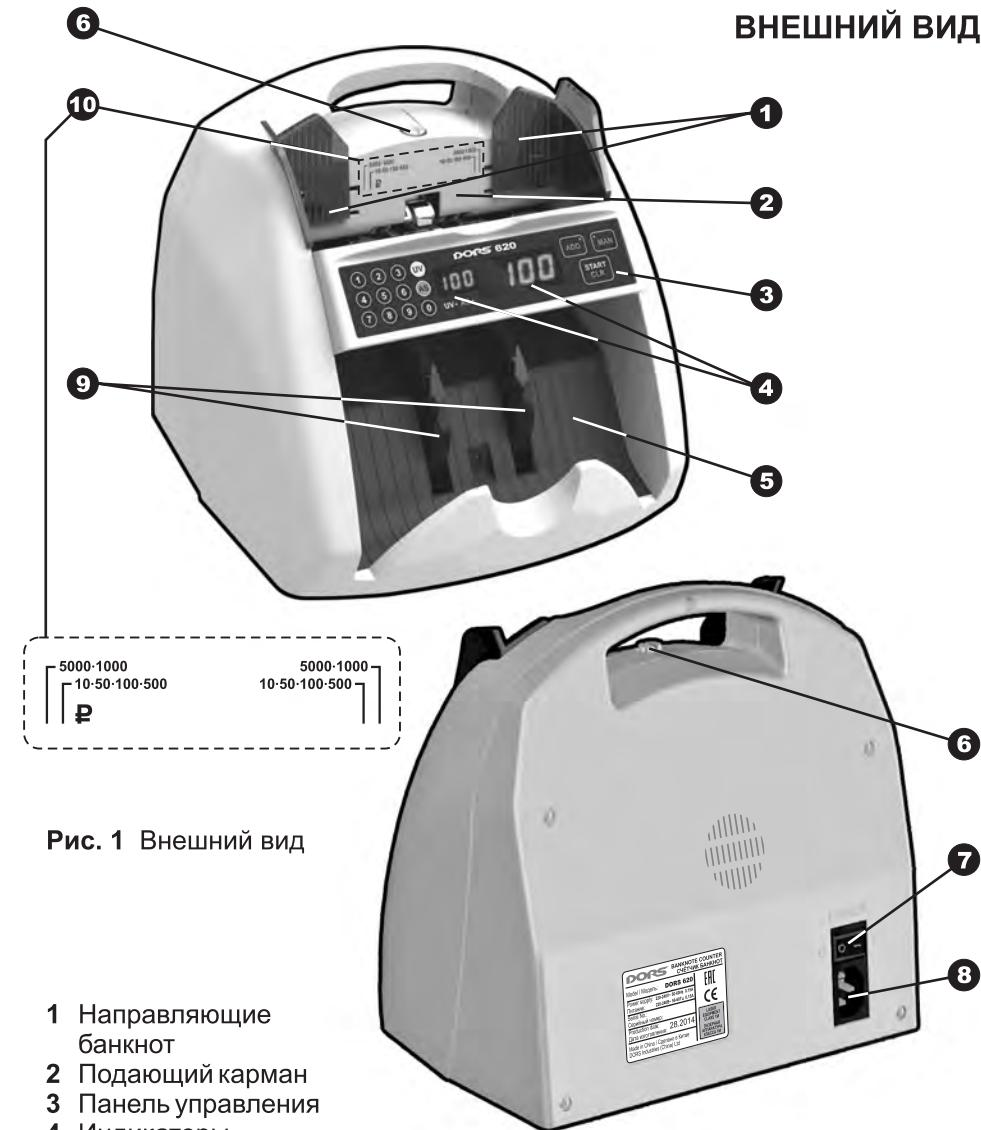

Рис. 1 Внешний вид
2. Включите счётчик, начнется процесс самотестирования. Убедитесь, что во время самотестирования вращаются колеса укладчика **9** (см. рис. 1) и ролики подающего кармана, на индикаторах отображения счёта и пачки высвечиваются цифры «**0**» и загораются индикаторы на клавишах «**MAN**» и «**ADD**», и индикаторы «**UV**», «**AS**» (для DORS 620). После окончания самотестирования на четырехразрядном индикаторе отображается «**0**», индикаторы на клавишах «**MAN**» и «**ADD**» гаснут и раздается звуковой сигнал, а индикаторы «**UV**», «**AS**» отражают установленный режим работы счетчика до выключения (для DORS 620). После этого счётчик готов к счету банкнот.
мой валюты. Однако, если счетчик часто останавливается в процессе пересчёта и на индикаторе появляется сообщение об ошибке «**Chn Err**» или «**dbl Err**», то необходимо немного повернуть винт установки толщины пересчитываемых банкнот **6** (см. рис. 1) по часовой стрелке (в сторону уменьшения зазора). Если же после остановки счетчика на индикаторе появляется сообщение «**HJ Err**» или «**SE Err**», то необходимо немного повернуть винт установки толщины пересчитываемых банкнот **6** (см. рис. 1) против часовой стрелки (в сторону увеличения зазора).